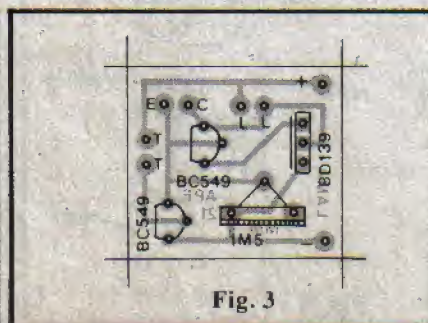

Fig. 3
- **FIG. 3** - "Chapeado" (vista real dos componentes sobre o lado não
cobreado da placa) da montagem, que deve ser seguido com grande atenção pelo hobbysta. Observar principalmente as posições dos lados "chatos" dos dois BC549 e da lapela metálica do BD139 (voltada para o interior da placa). As ilhas periféricas, destinadas às conexões externas à placa (ver próxima figura) estão devidamente codificadas: (+) e (-) para o positivo e negativo da alimentação, respectivamente; (L) (L) para as ligações à pequena lâmpada; (E) e (C) para conexão ao foto-transistor (respectivamente emissor e coletor) e, finalmente, (T) (T) para as ligações aos parafusos de "toque" (desligamento "secreto"). Terminadas as soldagens de todos os componentes mostrados na fig. 3 (quem for ainda muito "começante" deve ler atentamente as INSTRUÇÕES GERAIS PARA AS MONTAGENS, encartadas permanentemente nas primeiras páginas de APE...), tudo precisa ser conferido (inclusive a qualidade dos pontos de solda), antes de se cortar as sobras ou excessos de terminais, pelo lado cobreado da placa...
breado (assim como na fig. 3). Observar mais atentamente a polaridade da alimentação (fio vermelho para o positivo e fio preto para o negativo) e a ligação do foto-transistor (TIL78), lembrando que qualquer inversão nessas conexões impedirá o funcionamento do circuito. O comprimento de toda a fiação externa à placa deverá ser dimensionado de forma apenas suficiente para uma confortável instalação (ver próxima figura) do conjunto... Fios muito curtos dificultarão essa instalação, enquanto que os fios muito longos, além de "deselegantes", também podem causar problemas de acomodação do conjunto.